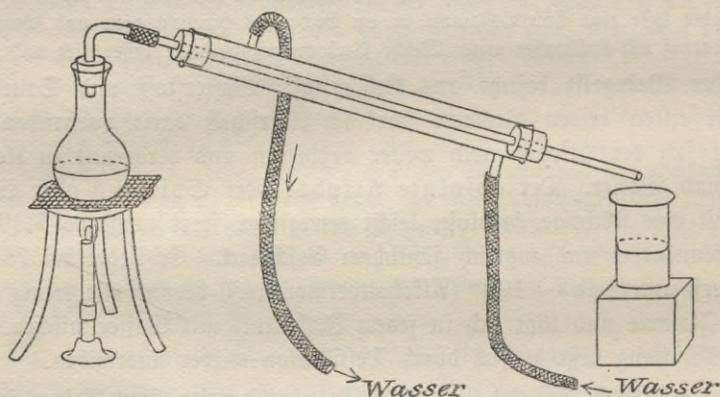

Fig. 62. Destillation von Alkohol mit Liebig'schen Kühler.
*** Versuch:** Laß eine kleine Flasche Lagerbier in einem offenen Becherglase etwas abstehen, um zu starkes Schäumen zu verhindern, und erhitze es dann in einer 1 Liter haltenden Retorte oder in einem großen Kochkolben mit vorgelegtem Liebig'schen Kühler (Fig. 62), bis etwa 1 Viertel übergegangen ist¹⁾.